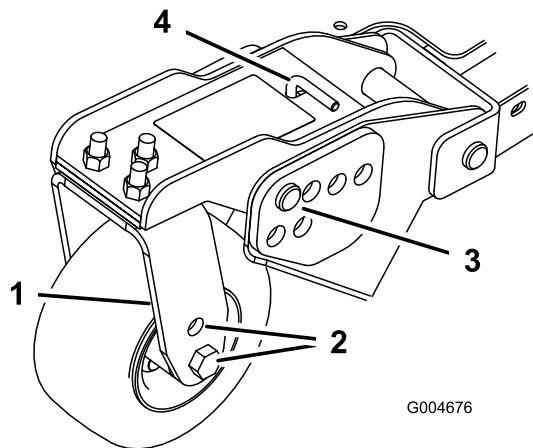
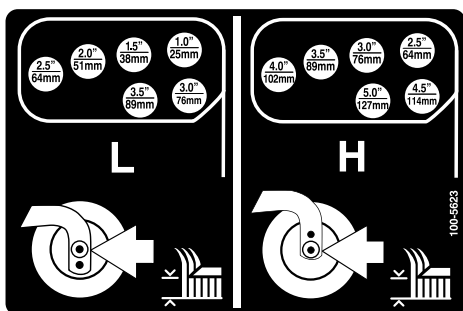

Figure 24
Figure 25
1. Placez les essieux des roues pivotantes dans les mêmes trous sur toutes les fourches (Figure 22 et Figure 24).
6. Enlevez la goupille fendue et les axes de chape des bras pivotants (Figure 24).
soient en face de ceux du support de hauteur de coupe sélectionnés dans le cadre du plateau de coupe (Figure 24 et Figure 25).